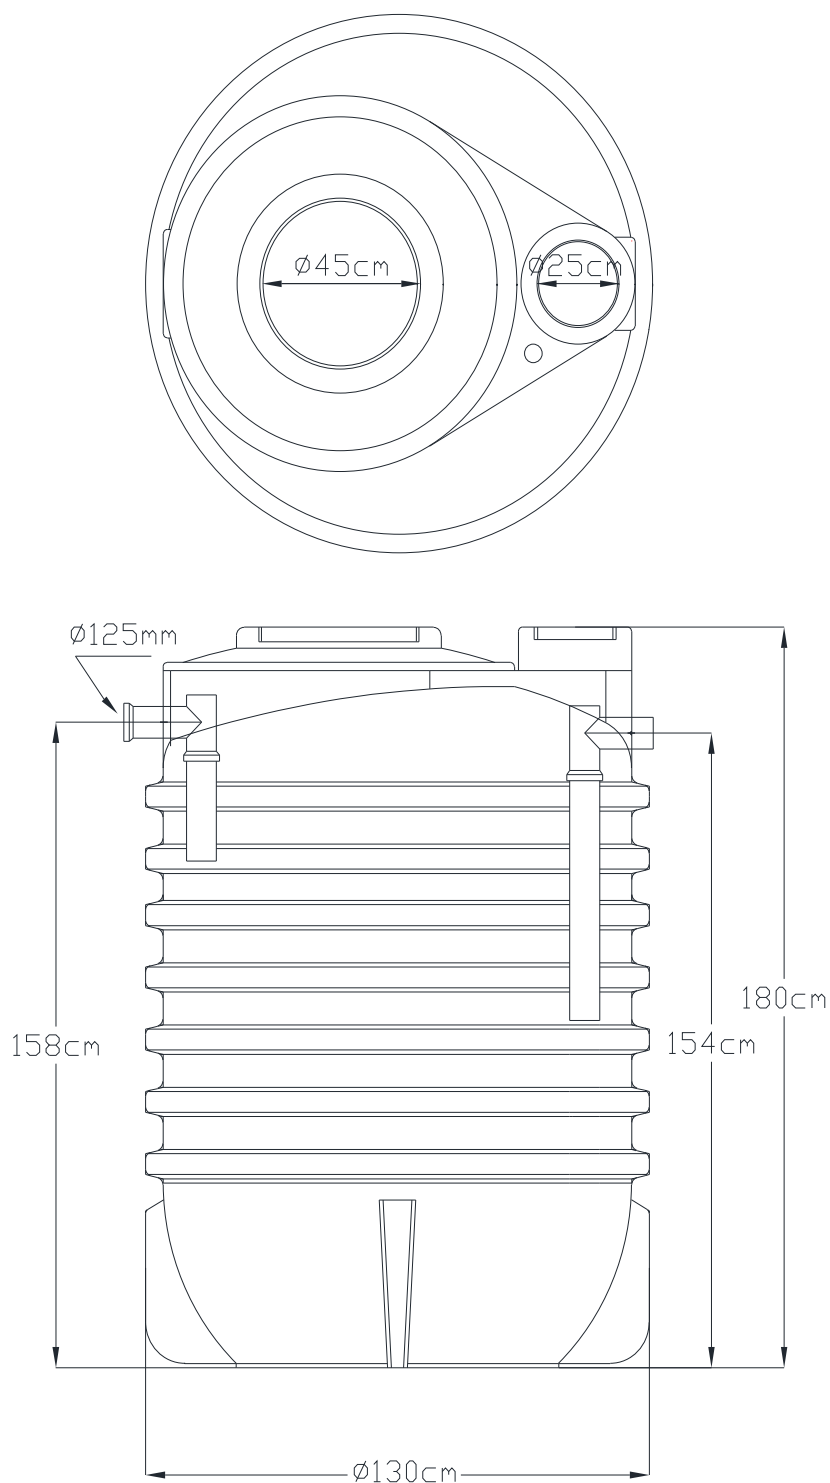

**Fig.2 – Posizionamento collegamenti biogas, ossigenazione e pompa sezioni interrante**
### **5.2. Collegamento uscite biogas (ventilazione) (Fig.2)**
- il collegamento deve essere effettuato utilizzando fascette di acciaio inox e tubo tipo spring in gomma da 20mm, facendo attenzione che non si schiacci e non si formino strozzature. Il collegamento al depuratore avverrà in corrispondenza del raccordo identificato dalla targhetta o scritta "soffiante" (Fig.2).